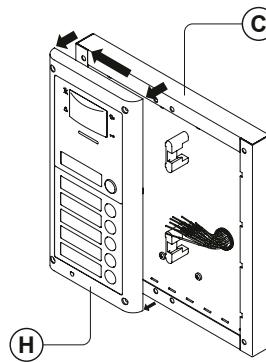

fig. 9
- As shown on **Fig. 9**, pull back the module support frame **H** while moving it slightly to the left as suggested by the pointers;
- Come mostrato in Fig. 9, tirare il supporto moduli **H** indietro compiendo contemporaneamente un leggero movimento a sinistra come suggerito dalle frecce;
- Comme illustré sur la Fig. 9, tirer le support modules (H) en arrière en accomplissant simultanément un léger mouvement à gauche comme suggéré par les flèches ;